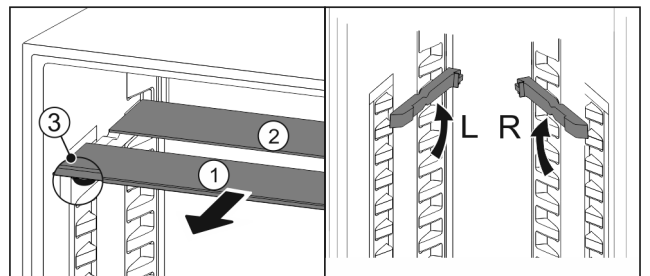

Fig. 99
- Glasplatten einzeln nach vorne herausziehen Fig. 99 (1).
- Glasplatte Fig. 99 (1) mit Zierleiste liegt vorne.
- Stopps Fig. 99 (3) zeigen nach unten.